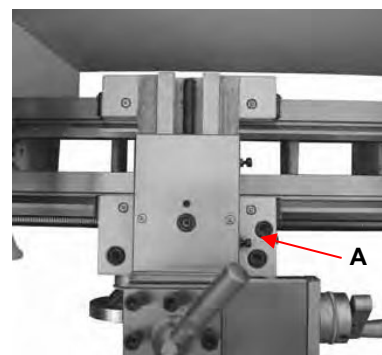

Fig. 10
4. Verrouillage du chariot (Fig. 10)
Tournez la vis à six pans creux (A, figure 10) dans le sens des aiguilles d'une montre et serrez-la pour la verrouiller. Tournez-la dans le sens inverse des aiguilles d'une montre et desserrez-la pour la déverrouiller.